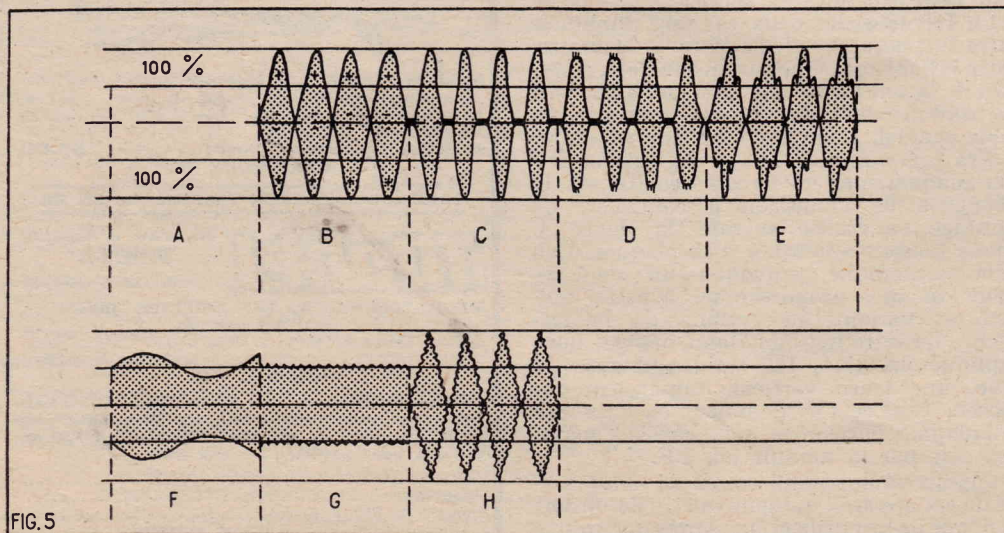

FIG. 5
Le SW1 étant en position 1, régler l'élongation du pot pour couvrir toute la partie médiane du tube dans sa plus grande longueur. Mettre en fonctionnement l'émetteur et régler le couplage de la boucle pour avoir une courbe suffisante; au besoin, accorder le circuit oscillant aux bornes des plaques verticales, ou découpler les spires de couplage du côté PA suivant que la trace est trop petite ou trop grande. Il s'est trouvé que pour le tube DG16:1, il a suffi d'un circuit oscillant et d'une petite antenne de 30 cm, pour avoir une élongation verticale de 5 cm, ce qui était largement suffisant. Il est évident que le tube cathodique se trouve très près de l'émetteur. En l'absence de modulation, la courbe se présentera comme il est indiqué sur la figure 5 (A). Pour une modulation à 100 %, la trace de l'écran passera au double de la hauteur sans modulation. Il sera possible de déduire le pourcentage de modulation en mesurant la hauteur de la courbe. Pour ce faire, il est facile de coller sur l'écran du tube une petite languette de papier que nous aurons graduée en centimètres ou en millimètres, ou encore en pourcentage de modulation, pour le cas d'une hauteur de courbe prévue à l'avance. La modulation doit présenter des bosses et des creux qui auront, pour une modulation bien réglée, toujours la même hauteur (fig. 5 B). Voici un exemple : Si la trace sans modulation présente une hauteur de 5 cm pour une porteuse modulée à 100 pour 100, la hauteur devra être de 10 cm, et les creux devront juste effleurer la ligne médiane produite par le balayage seul. Pour tout autre mesure il suffira de faire une règle de trois pour connaître le taux exact de modulation.
La courbe enveloppe permet de connaître les défauts d'une modulation, les exemples qui vont suivre ne représentent qu'une faible partie des pannes de modulation rencontrées par un amateur. Sur la figure 5 (C) nous avons représenté une modulation à plus de 100 pour 100, les pointes positives dépassent largement le double de la trace sans modulation. Ceci n'est pas trop grave, le plus gênant ce sont les pointes négatives qui coupent la porteuse supprimant la HF ce défaut de la modulation produit aux alentours et même souvent très loin de celle-ci des bandes latérales importantes et qui gênent les émissions voisines. Pour réduire ces coupures de porteuse, il faut monter un système supprimant les pointes négatives de modulation et coupant les fréquences BF qui ne sont pas nécessaires à la compréhension des messages. D'autres pannes peuvent se produire, une modulation peut être à 100 % dans les pointes négatives et n'atteindre que 50 à 60 % dans les pointes positives. Cette modulation est inefficace du fait qu'au lieu d'augmenter la porteuse, la BF au contraire tend à la diminuer. Le rendement est mauvais, et l'encombrement de la bande est encore une fois gênant pour les voisins. Les causes de ce phénomène sont multiples : manque d'excitation sur la grille de l'étage HF, modulateur mal calculé, circuit final mal adapté, transformateur de modulation mal calculé ou mal adapté, ou encore défectueux.
La figure 5 (D), représente la trace d'un émetteur modulé à plus de 100 pour 100 dans les pointes négatives, mais écartée et inférieure à 100 pour 100 dans les pointes positives. Cette panne peut venir d'un manque d'excitation, d'une déficience de la HT dans l'étage final, mais presque toujours du modulateur, étage préampli ou
final écrétant (polarisation lampe BF mal réglée), ou HF modulateur insuffisant s'écroulant dans les pointes de modulation. Sur la figure 5 (E), nous avons représenté une trace caractéristique de distorsion. Comme dans les pannes précédentes les causes peuvent être diverses, la distorsion ou l'accrochage pouvant venir de l'étage final HF, mais aussi souvent du modulateur.
Il est une panne (fig. 5 F), qui fait parler beaucoup d'OM's, lesquels en rêvent nuit, « la ronflette ». Le 50 ou 100 périodes qui se promène dans nos installations distille sur une grille ou une plaque un peu de tension qui se retrouve amplifiée sur l'étage final, et d'autant plus qu'il existe un plus grand nombre d'étages entre le fauti et le final, d'où cette panne qui peut avoir une foule de causes. Mais l'oscilloscope permet le dépannage rapide. A la figure 5 (G), nous représentons la trace produite par un émetteur qui accroche dans une partie quelconque : étages HF, neutro-dynage ou circuit ayant un couplage parasite avec un autre circuit. Dans la figure 5 (H), la trace montre une porteuse modulée sur laquelle un retour HF se produit. Il existe bien d'autres visualisations de pannes, mais après quelque temps d'accoutumance, le travail sera simplifié et la détection des pannes automatique ou presqu.